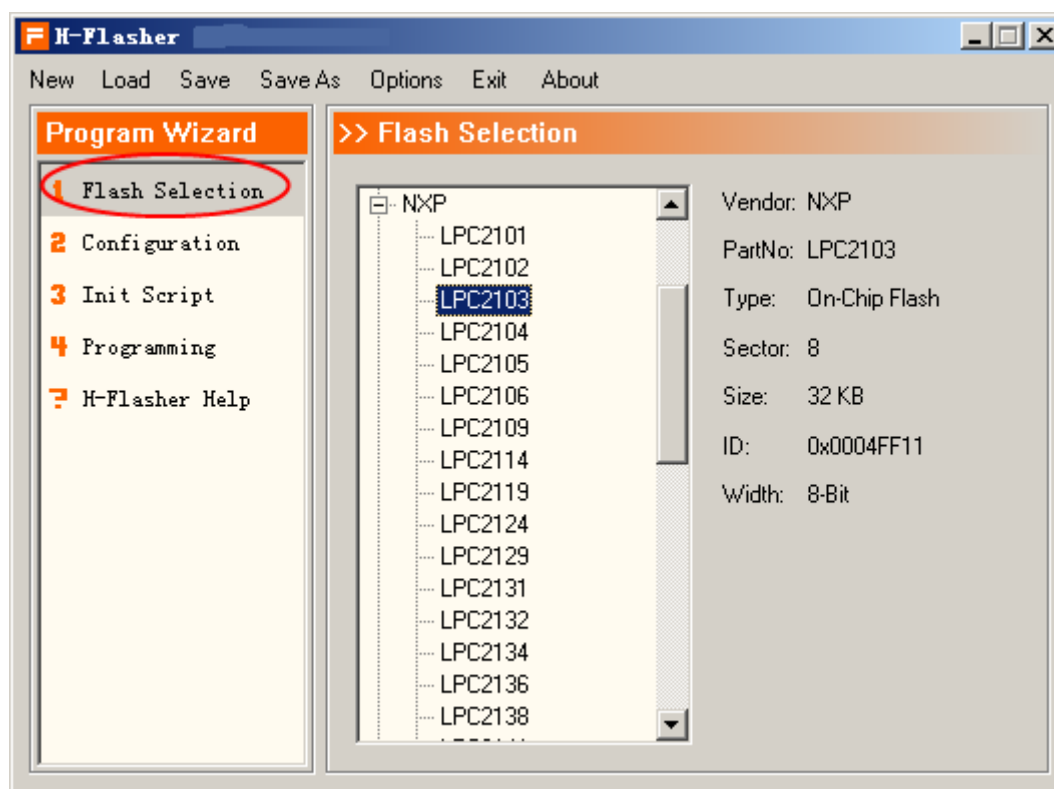

图 2.26 选择芯片型号
- 在 1 Flash Selection 中选择 CPU 的型号。如图 2.26 所示；